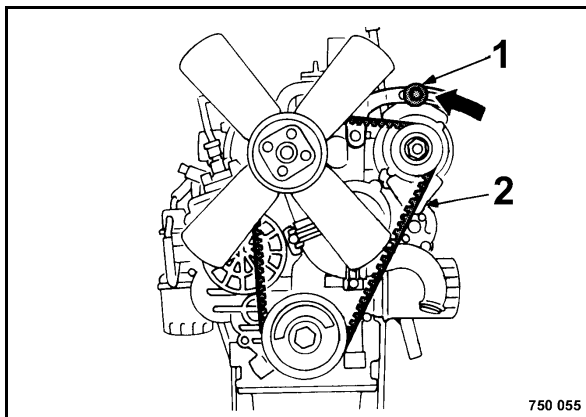

Fig. 103
- Soltar ligeramente los tornillos de fijación 1 y 2 (Fig. 103).